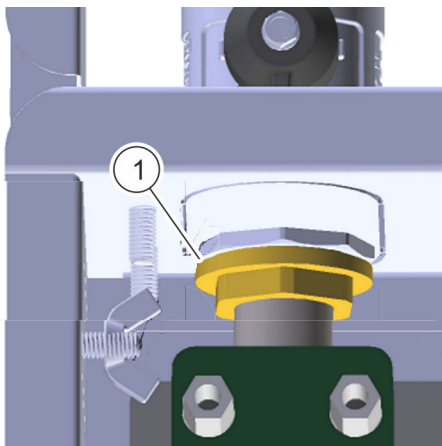

Abb. 39: Rohre verschrauben
- 7.** → Verschraubungen der Rohre (Abb. 39/1) mit einem Rollgabelschlüssel anziehen.